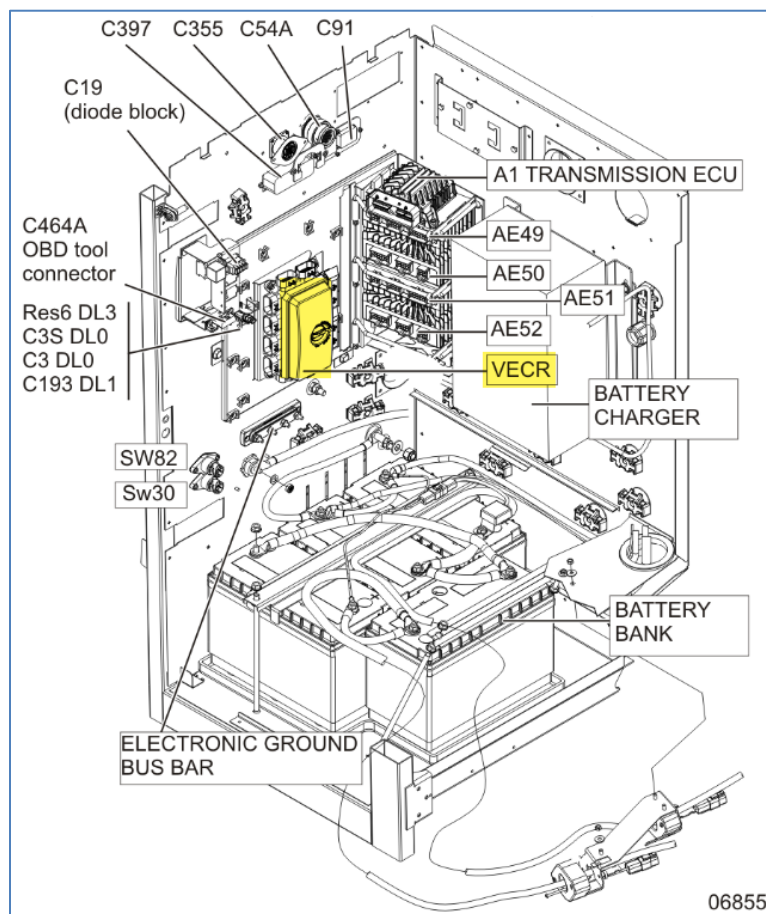

FIGURE 17
3. Dans le compartiment principal d'alimentation, retirer le circuit 24Vi7 situé entre le connecteur C91 logement # 61 et le VECR, connecteur 2 (rouge) logement # A (FIGURE 17 & FIGURE 18). Jeter cette section du circuit.
9. Dans le VECR, remplacer le fusible F51 par un fusible 15-amp 563284 (FIGURE 17).